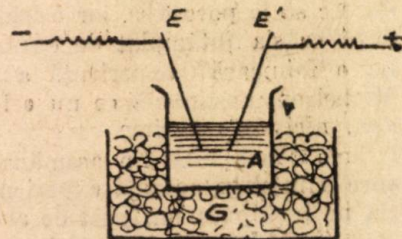

Fig. 1. — Schema aparatului utilizat de Bredig pentru prepararea pe cale electrică a soluțiilor coloidale metalice
Aparatul e schițat în fig. 1 E și E' sunt electrozi metalici cufundați în apa (A) din vasul (V) pus la rândul lui într'un vas mai mare umplut cu gheață (G). Arcul electric format între capetele electrozilor având o temperatură foarte ridicată, provoacă evaporarea metalului din care sunt formați. a apei, condensarea vaporilor metalici se face însă brusc așa că particulele extrem de fine care se formează, nu mai au timp să se unească în conglomerate complexe ci rămân ca atare.